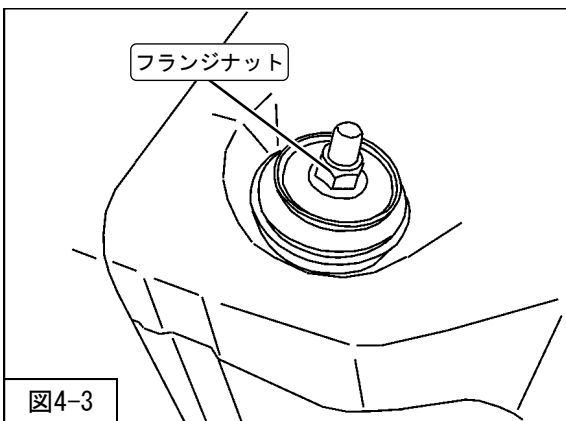

図4-3
- 5. マウンティングラバー(純正部品)プレートフランジナット(締付トルク: 29N・m)を取付けてください。(図4-3)